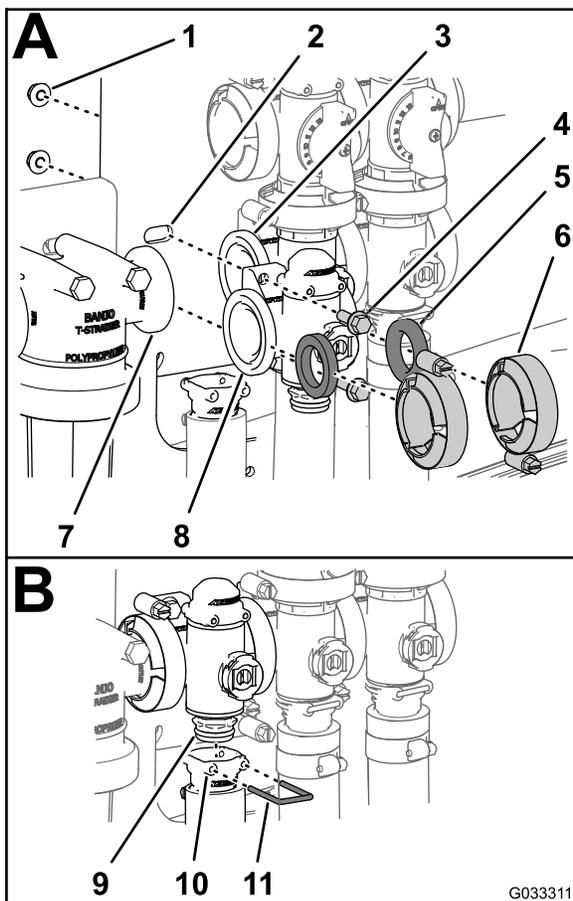

Рисунок 80
1. Установите прокладку между фланцами коллектора клапана управления нормой внесения и головкой фильтра линии нагнетания (Рисунок 80А).
фланцевого хомута, затянув его вручную (Рисунок 80А).
5. Присоедините клапан управления нормой внесения к опоре крепления при помощи 2 болтов с фланцевыми головками и 2 фланцевых контргайек (Рисунок 80А), снятых при выполнении действий, описанных в пункте 3 раздела Демонтаж коллектора клапана управления интенсивностью опрыскивания \(страница 74\), и затяните гайку и болт с моментом от 10 до 12 Н·м.
6. Установите выпускной штуцер на штуцер муфты в нижней части коллектора клапана управления нормой внесения (Рисунок 80В).
7. Прикрепите выпускной штуцер к штуцеру муфты, вставив держатель в гнездо выпускного штуцера (Рисунок 80В).
2. Смонтируйте коллектор клапана управления нормой внесения, прокладку и головку фильтра линии нагнетания с помощью фланцевого хомута, затянув его от руки (Рисунок 80А).
3. Установите прокладку между фланцами клапана управления нормой внесения и коллектором клапана перемешивания (Рисунок 80А).